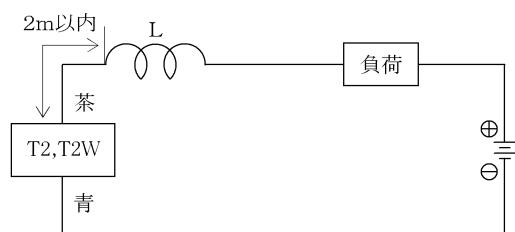
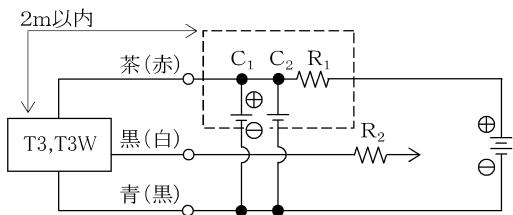

図5 ●チョークコイル
図 7
リード線配線長が10mを超える場合は、図5、6(T2,T2Wの場合)、図7(T3,T3Wの場合)に示す保護回路を必ず設けてください。
- 図7 ● 電源ノイズ吸収回路